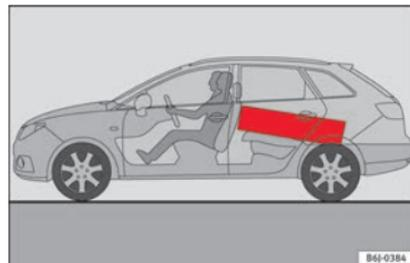

Fig. 156 Os objetos pesados devem ser transportados o mais à frente possível .
- Coloque a bagagem mais pesada o mais fundo possível na bagageira » **Fig. 156.**